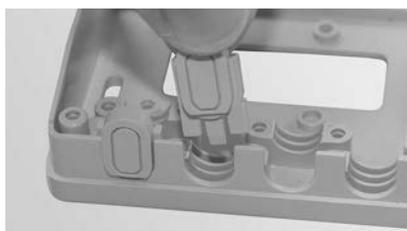

Fig. 187 Chiudere i passacavi
- Chiudere i passacavi non necessari – Fig. 187.